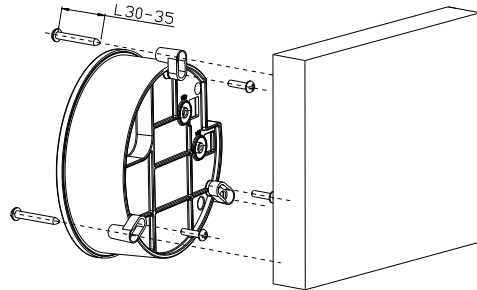

图 11
- (2) 方式二, 如图 11, 把 3 个脚垫锁安装在产品背部, 再用长度 30-35mm 的 4mm 自攻螺钉把产品固定在安装平面上。